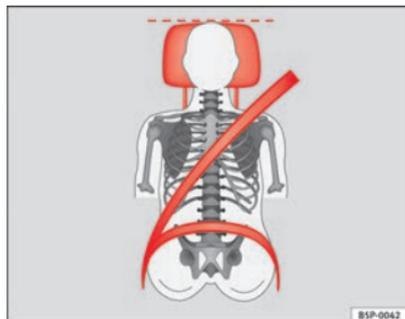

Fig. 12 Sangle de ceinture de sécurité bien ajustée et appui-tête correctement réglé (vue de face)
- La sangle baudrier doit passer plus ou moins au milieu de l'épaule. La ceinture de sécurité doit s'appliquer bien à plat sur le buste et l'enserrer fermement ⇒ fig. 12.